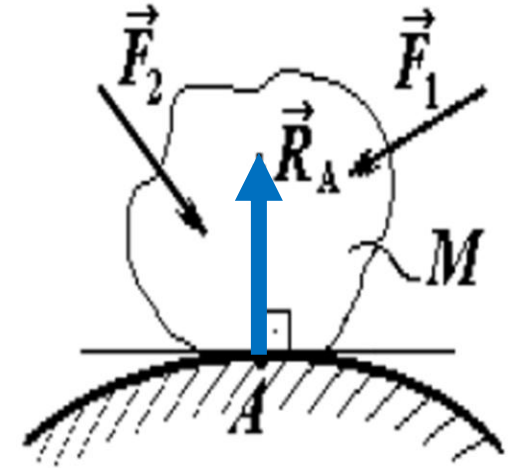

Рис. 2.10
1. Связь осуществляется посредством **гладкой, неподвижной поверхности**, на которую тело  $M$  опирается точкой или линией (рис. 2.10).